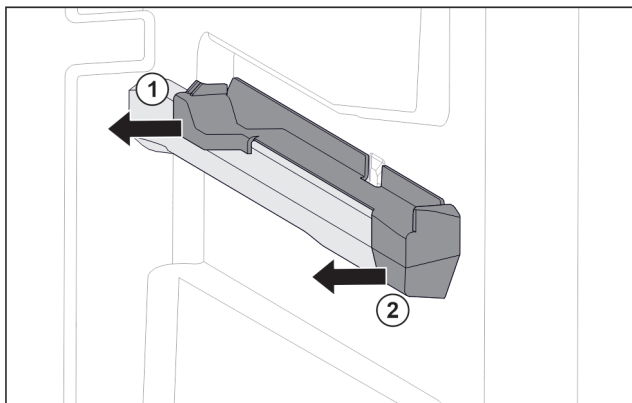

Fig. 122 Наставка върху дясното ребро на съда
- ▶ Изтеглете наставката отзад настрани. Fig. 122 (1)
- ▶ Изтеглете наставката отпред настрани. Fig. 122 (2)